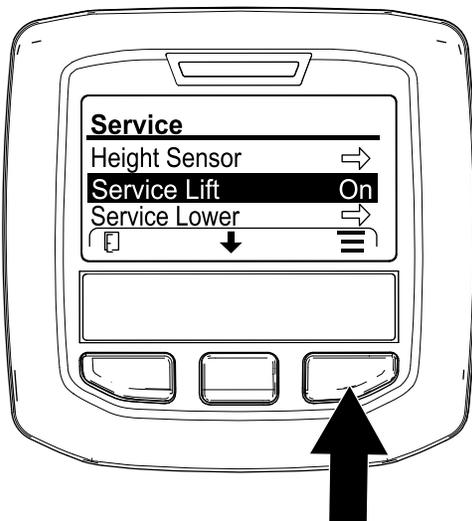

图 131
- 按中间 InfoCenter 信息中心按钮直至 SERVICE LIFT 提升维修选项被选定 图 131 然后按右侧按钮。